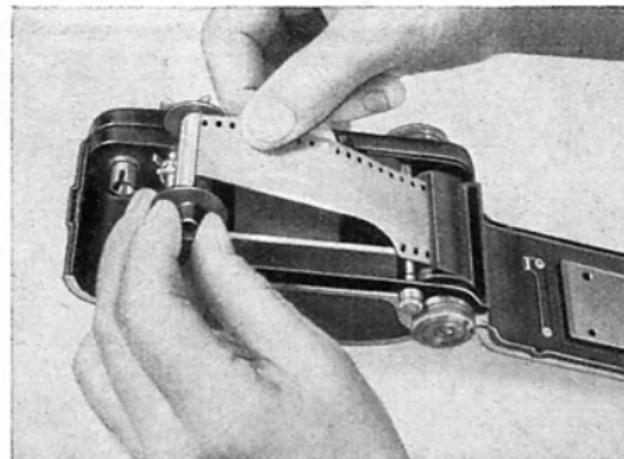

Abb. 32
Den aus der Patrone herausragenden Filmanfang unter die Klemmfeder der Aufwickelspule (29) schieben, wie Abbildung 32 zeigt, Film über die Filmbahn mit den beiden Filmgleitschienen (32) führen, und die Aufwickelspule mit dem an ihr befestigten Filmanfang wieder in die Kamera einsetzen. Dabei ist darauf zu achten, daß der ge-